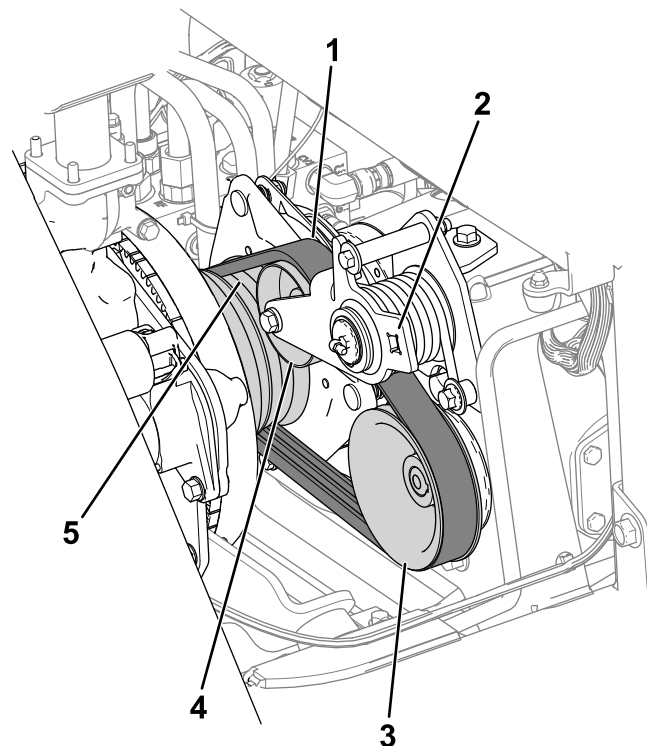

図 75
3. もう一人がベルトを、エンジンプリー、アイドラプリー、ポンププリーに取り付ける 図 75。